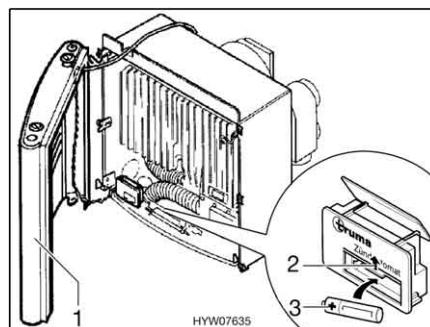

Fig. 84 Riscaldamento acceso
- Posare da un lato la copertura (Fig. 84,1) di modo da non dover estrarre il cavo di allacciamento per la ventola dell'aria calda e per la lampadina di controllo accensione.
- Spingere la copertura del vano batteria sul dispositivo di accensione (Fig. 84,2) verso l'alto.
- Inserire una nuova batteria (Fig. 84,3) dello stesso tipo nel vano batteria rispettando la polarità (+/-). Utilizzare soltanto batterie Mignon resistenti alle alte temperature (+70 °C) e sicure da perdite.